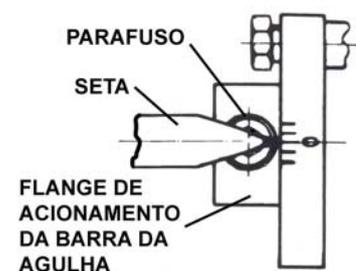

Figura 9
- ✓ Girar o volante da máquina e coloque a agulha na posição “acima” e o flange de acionamento da barra da agulha na posição “zero” (figura 9);